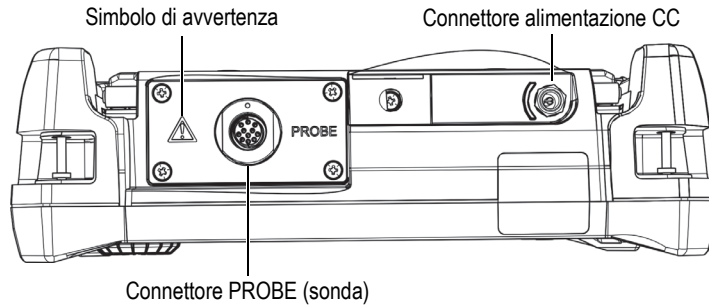

Figura 2-2 I connettori del lato superiore
Il connettore di alimentazione CC (DC) e della sonda (PROBE) sono situati nella parte superiore del BondMaster 600 (vedere Figura 2-2 a pagina 35).